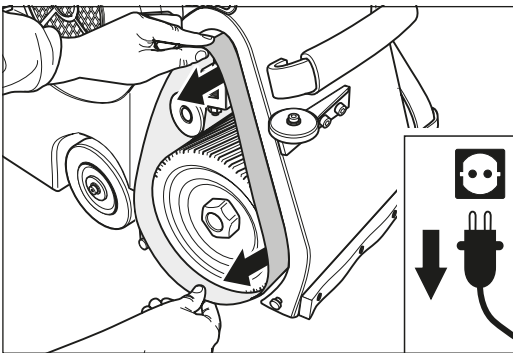

Fig. 27 Enlevez la bande de ponçage des tambours.
- 5 Enlevez la bande de ponçage (fig. 27).